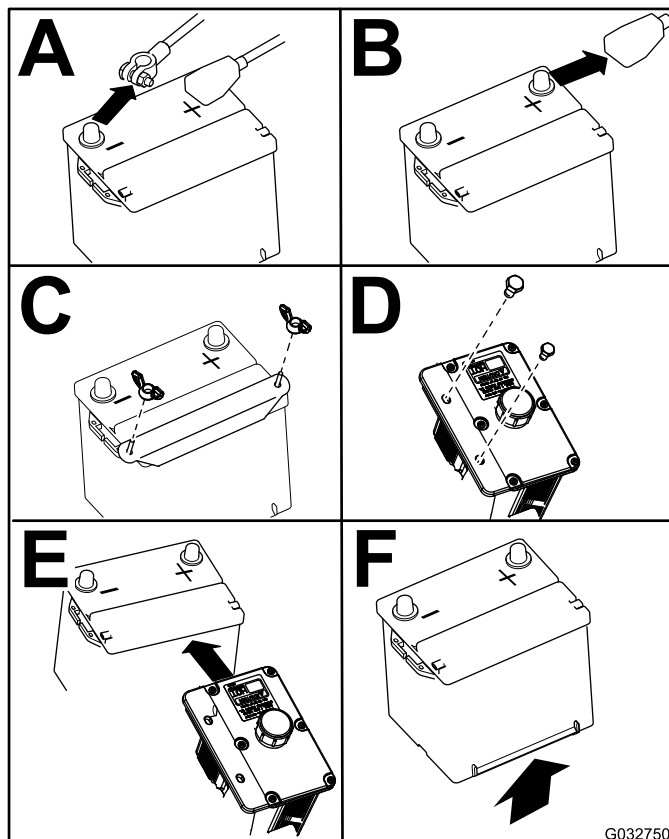

Figura 53
4. Remova a bateria como se mostra na Figura 53.